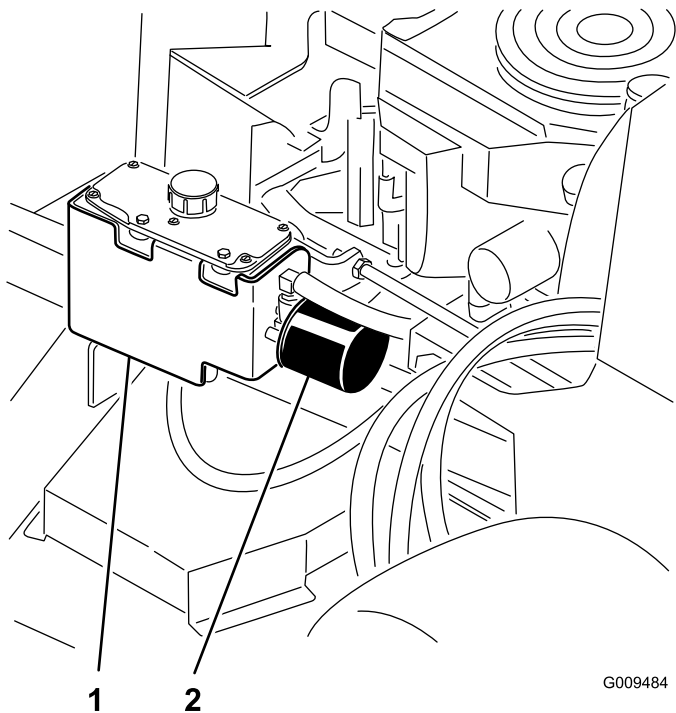

Bild 75
3. Stellen Sie eine Auffangwanne unter den Filter (Bild 75).